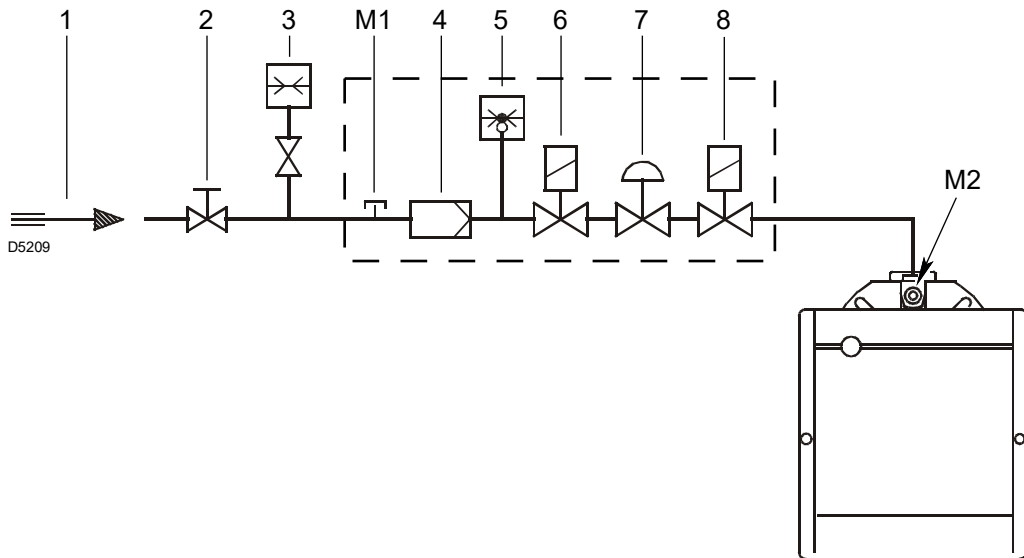

Abb. 16
Zeichenerklärung (Abb. 16)
Gasdruck, gemessen am Anschluss M2)(Abb. 16) unter folgenden Bedingungen:
- vom Gasdruck am Anschluss M2)(Abb. 16) den Druck in der Brennkammer abziehen.
Gasdruck am Anschluss M2)(Abb. 16) = 10 mbar
Um stattdessen den am Anschluss M2) (Abb. 16) notwendigen Gasdruck zu ermitteln, nachdem die höchste Modulationsleistung festgelegt wurde, bei der der Brenner arbeiten soll:
- Rechts, in Spalte 1, den Druck am Anschluss M2) (Abb. 16) ablesen.